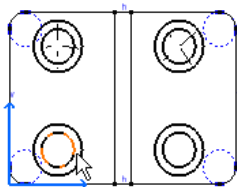

图 6-440
- >>> 步骤03 选择参考元素,创建的中心线将与参考元素相关联。如选择一个圆,则创建的中心线将指向参考圆的圆心,如图 6-440 所示。